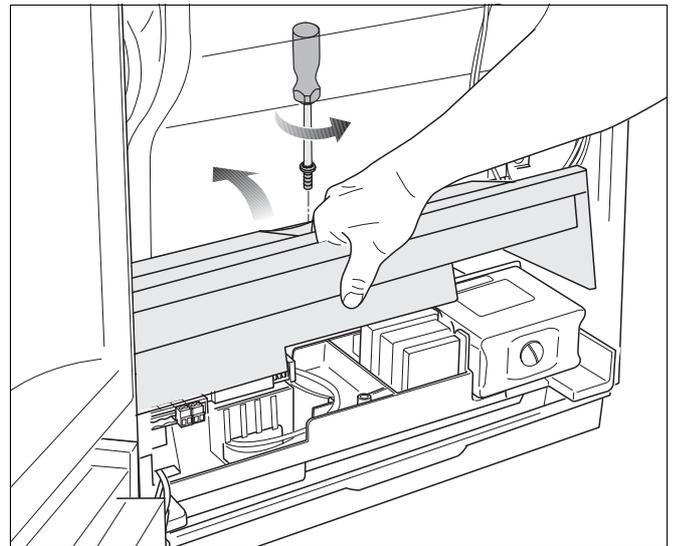

Fig. 26 Capovolgere verso l'alto la copertura dei collegamenti elettrici
- 1 Allentare la vite del coperchio dei collegamenti elettrici e piegare il coperchio verso l'alto (fig. 26).